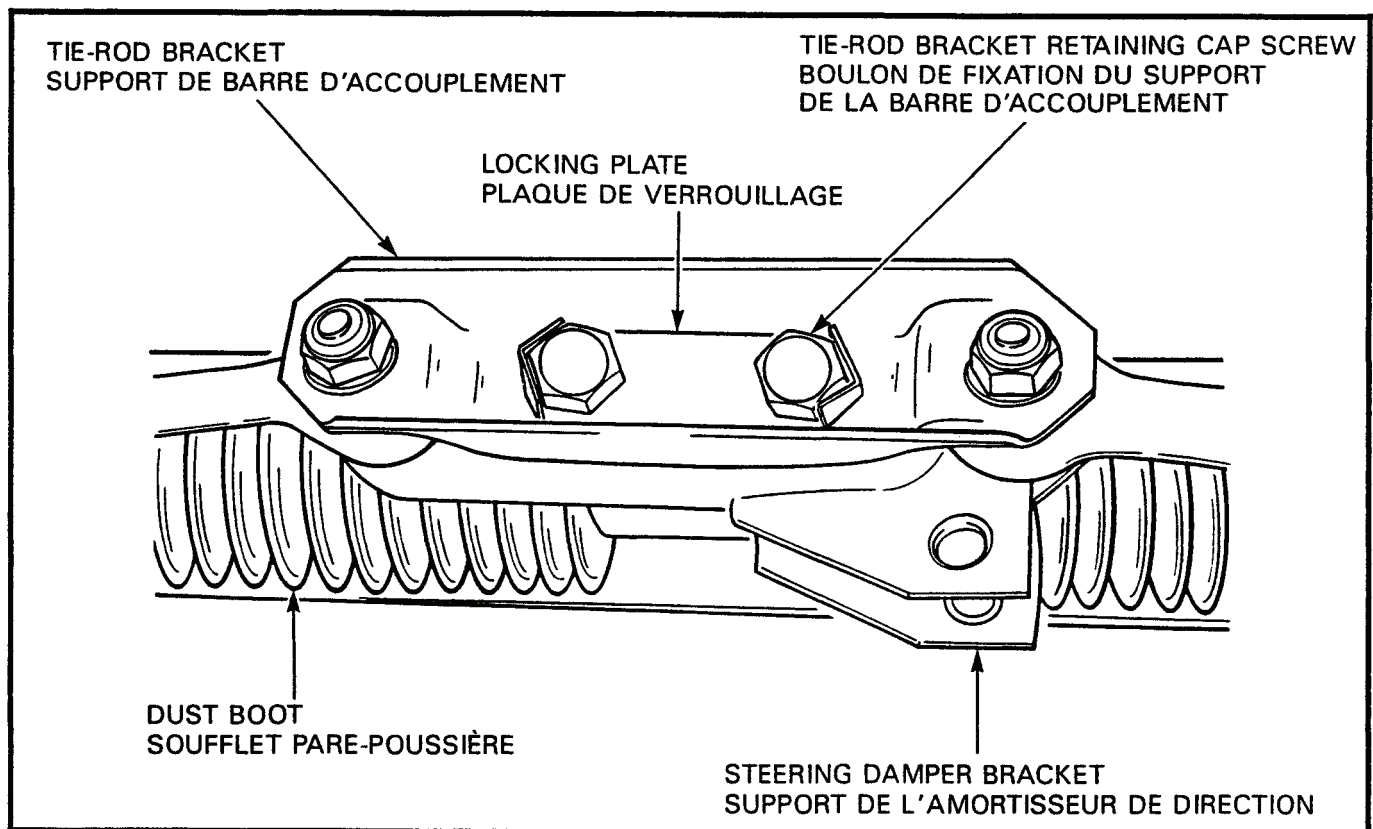

Figure 4-1-6 Locking Plate on Tie-Rod Bracket
d. Using a punch, flatten the locking plate for the two bracket retaining cap screws, see Figure 4-1-6.	d. Au moyen d'un poinçon, aplatir la plaque de verrouillage pour les deux boulons de fixation du support. Voir figure 4-1-6.